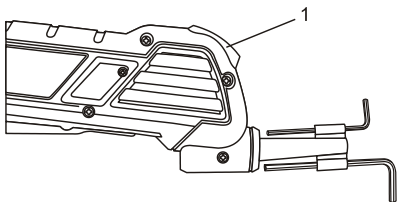

Рис. 7
Примечание: При наличии достаточного тока в электросети, используемой для работы оборудования, произойдет срабатывание индикатора подачи электроэнергии (1), расположенного с тыльной стороны корпуса инструмента (рис. 7).